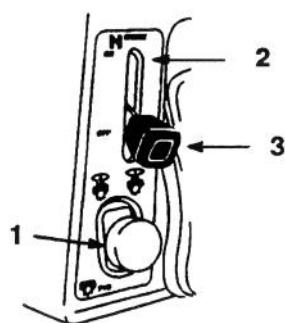

Figure 3
4. Pousser la PTO (prise de force) sur "OFF" (ARRET) (Fig. 3)
5. Placer la manette de starter sur "ON" (MARCHE) (Fig. 3).
6. Placer la commande de starter sur "ON" (MARCHE) (Fig. 3)